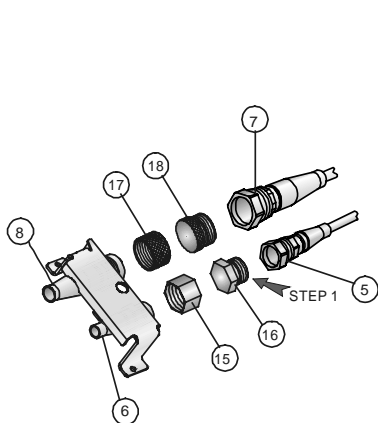

Figure 13
**ETAPE 1.** Retirez les prises de protection (16), (18) et les couvercles (15), (17) de leurs branchements respectifs (voir Figure 13).
**ETAPE 2.** Relier la liaison démontable (5) à la pièce avec lequel il correspond (6) comme suit :
- Visser à la main les 2 pièces (5) et (6) entre elles
- Maintenir l'écrou hexagonal (13) avec la clé numéro 2 (20) et visser avec la clé numéro 1 (19) l'écrou hexagonal (5) sur la partie mâle (6) jusqu'à ce qu'il soit serré
**ETAPE 3.** Relier la liaison basse pression (7) à la pièce avec lequel il correspond (8) de la façon suivante :
- Visser à la main les 2 pièces (7) et (8) entre elles.
- Maintenir l'écrou hexagonal (14) avec la clé numéro 2 (20) et visser avec la clé numéro 1 (19) l'écrou hexagonal (7) sur la partie mâle (8) jusqu'à ce qu'il soit serré.
**ETAPE 4.** Raccorder le collier du tuyau de raccordement (21) avec les vis.
**ETAPE 5.** Raccorder le tuyau de drainage (9) au bac de récupération (10).